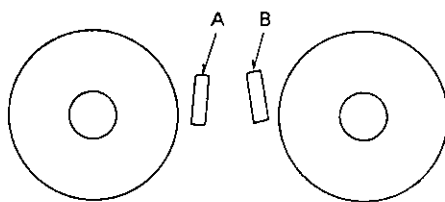

Abb. 2-8
2. Stromversorgung einschalten und kontrollieren, daß die Bremsbacken von den Spulentellern entsprechend Abb. 2-8 und 2-9 abgehoben sind. Diese Kontrolle ist für die Betriebsarten Wiedergabe, Schnellvorlauf, Rückspulen und Aufnahme durchzuführen.